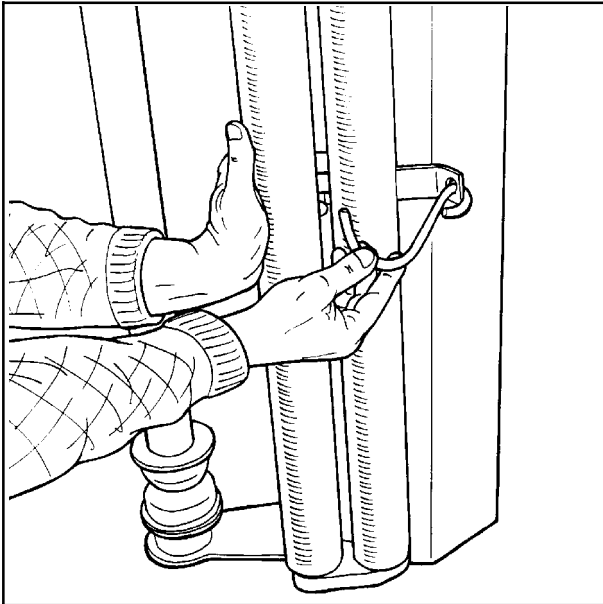

Bild 5-1
- 5.1 Zum Einlegen der Folieneinlage die Vorspannrollen zur Seite halten. Die Rollen an der Seite festhalten und den Halter aufsetzen, siehe Abb. 5-1.